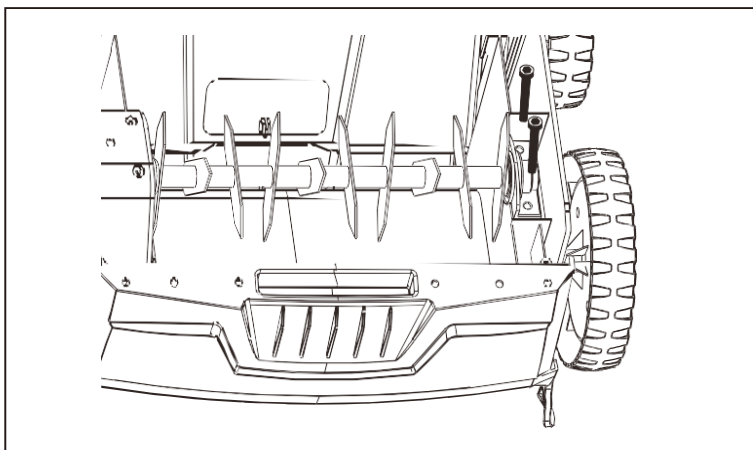

Рис. 10
1. Ослабьте два болта шестигранным ключом и снимите их вместе с пружинными шайбами (см. Рис. 10).